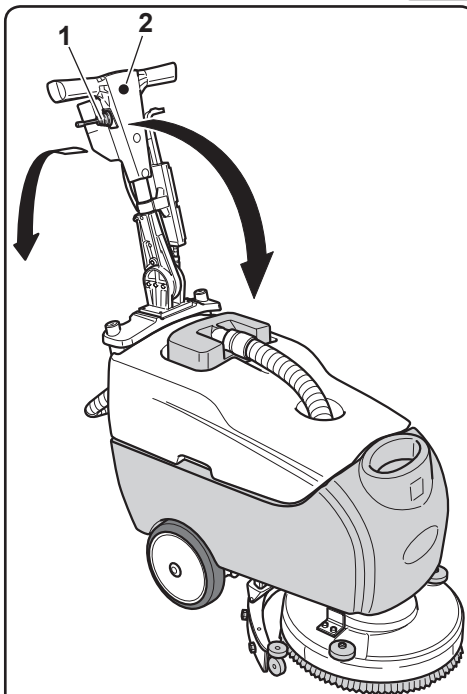

Fig. 9
7.1 LEVIER DE RÉGLAGE DE L'INCLINAISON DU MANCHE (Fig. 9)
- En tirant sur le levier (1), il est possible de changer la position du manche (2); en relâchant le manche se positionne et se bloque dans la position obligatoire la plus proche.